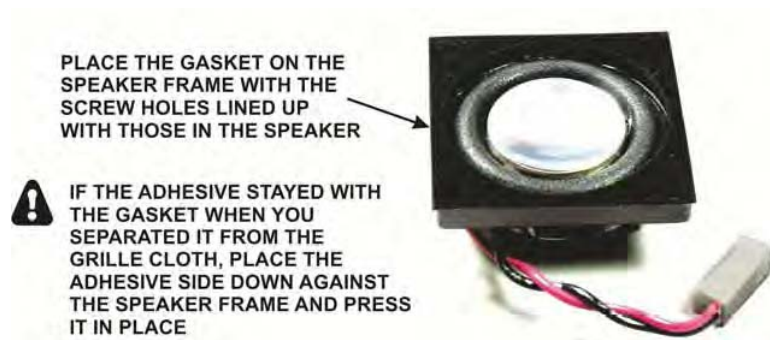

Figure 9. Positioning the Gasket on the Speaker Frame.
- 円錐以上を持ったスピーカーを置いて、図9に示されるような構造にガスケットを置いてください。